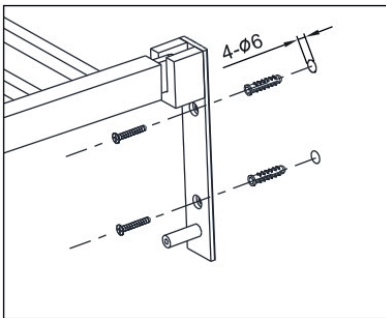
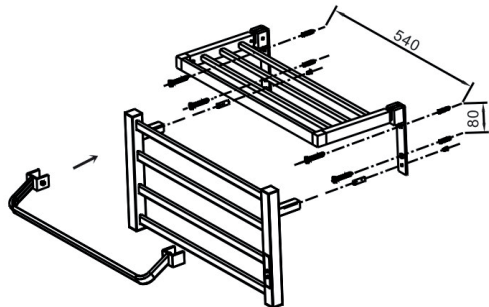

Figura 4
Figura 5
1. Praticare i fori ( $\varnothing 6$  mm) nella parete secondo la Figura 4 e la Figura 5.